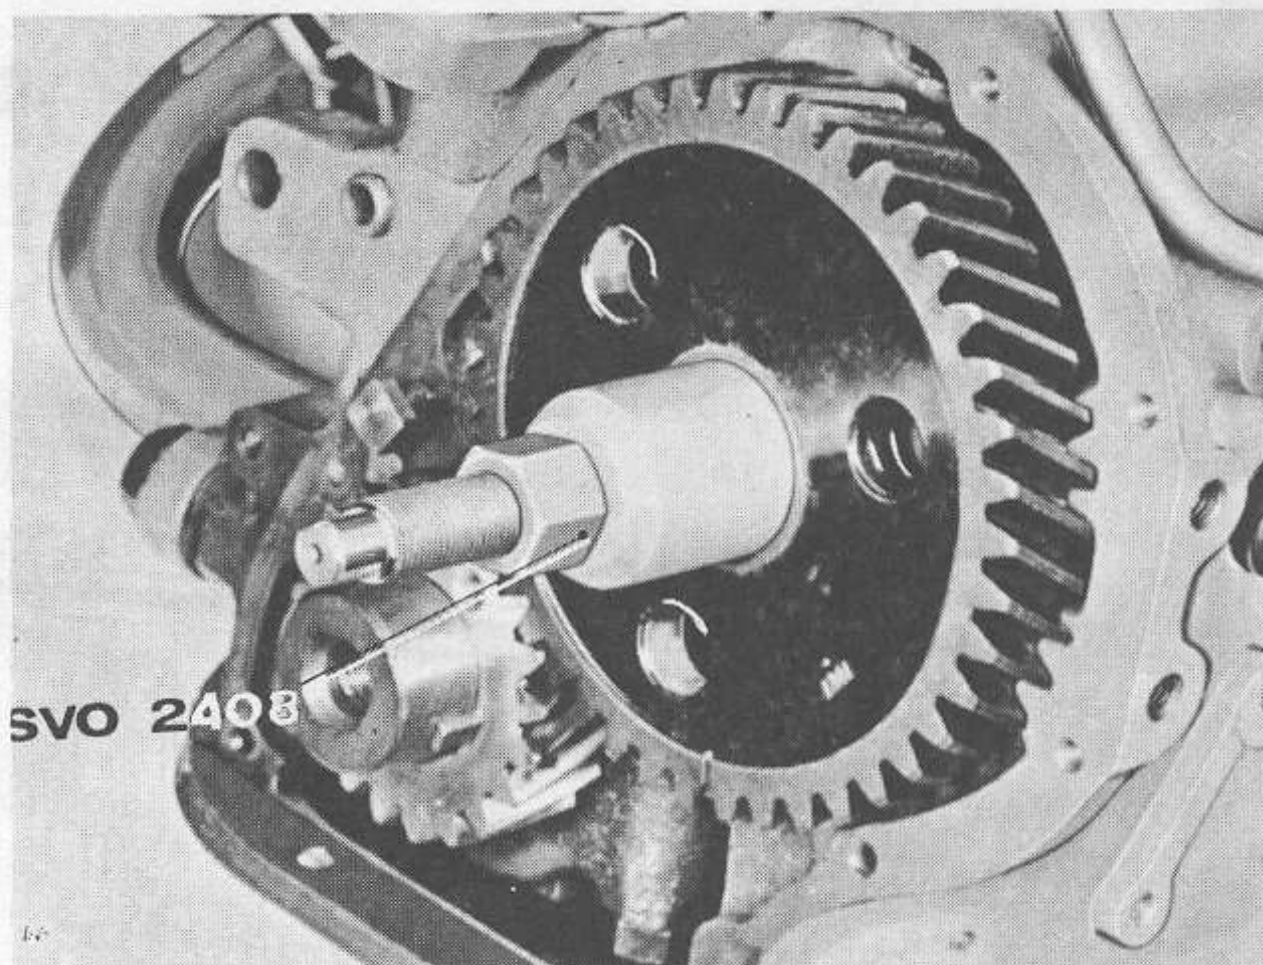

Bild C16 Montering av kamaxelhjul(4-cyl. motor)
6. Montera kamaxelhjulet med SVO 2408, se bild C16. Då transmissionsdrevens märkning står mitt för varandra är kolv nummer 6 i övre dödpunkt, tändläge. Tryck ej kamaxeln bakåt så att tätningsbrickan vid bakre änden lossnar. Montera muttern och drag denna med 13-15 kgm.